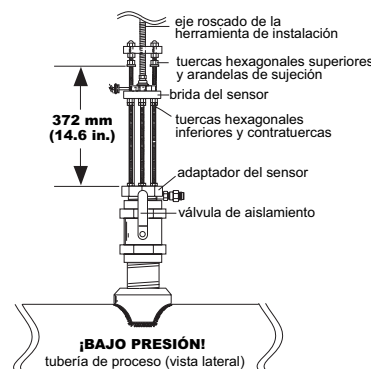

Fig. 15
B. Roscar la herramienta de instalación y asegurar la placa de asiento en lugar de la placa protectora del sensor (fig. 15).